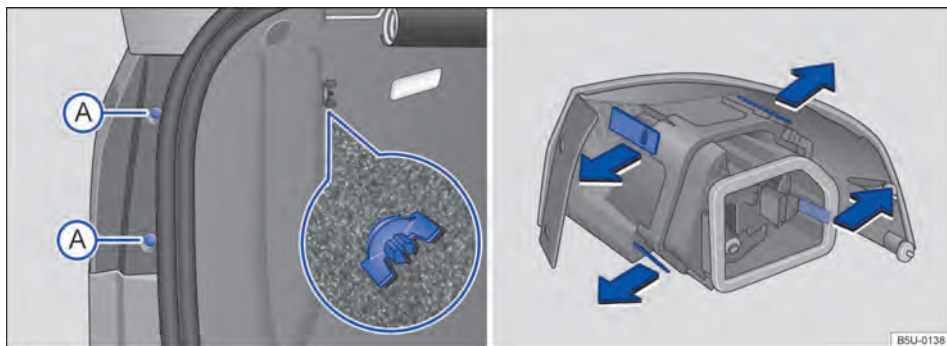
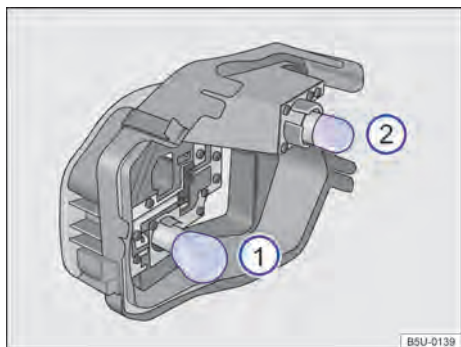

Fig. 161 Na carroceria: remover a lanterna traseira e suporte das lâmpadas.
Fig. 162 No suporte das lâmpadas: localização das lâmpadas.
- 3 Remover os parafusos de fixação → Fig. 161 .
- 4 Soltar o parafuso borboleta → Fig. 161 (lupa) e retirá-lo, segurando, ao mesmo tempo a lanterna traseira.
- ① Para destravar o suporte das lâmpadas, pressionar cada lingueta de travamento no sentido das setas → Fig. 161.
- ② Remover o suporte das lâmpadas da lanterna traseira.
- ③ Para remover as lâmpadas incandescentes queimadas → Fig. 162 ① e ②, pressionar a lâmpada contra o suporte e girar, ao mesmo tempo, no sentido anti-horário.
- ④ Substituir a lâmpada incandescente queimada por uma lâmpada incandescente nova do mesmo modelo.
- ⑤ Para inserir as lâmpadas novas ① e ② no suporte, pressionar a lâmpada e girar, ao mesmo tempo, no sentido horário, até o batede.
- ⑥ Certificar-se de que as lâmpadas estão corretamente fixadas no suporte.
- ⑦ Instalar o suporte das lâmpadas na lanterna traseira. As linguetas de travamento devem encaixar de forma audível.
A localização e a identificação das lâmpadas incandescentes → Fig. 162 estão relacionadas a seguir: